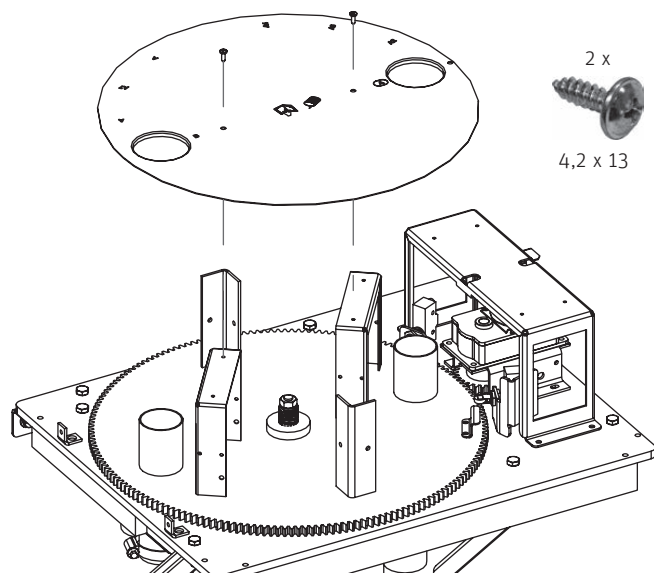

Fig. 50 Montage de la plaque de recouvrement
► Monter la plaque de recouvrement sur l'unité de commutation avec 2 vis à tête 4,2 x 13 – Fig. 50.